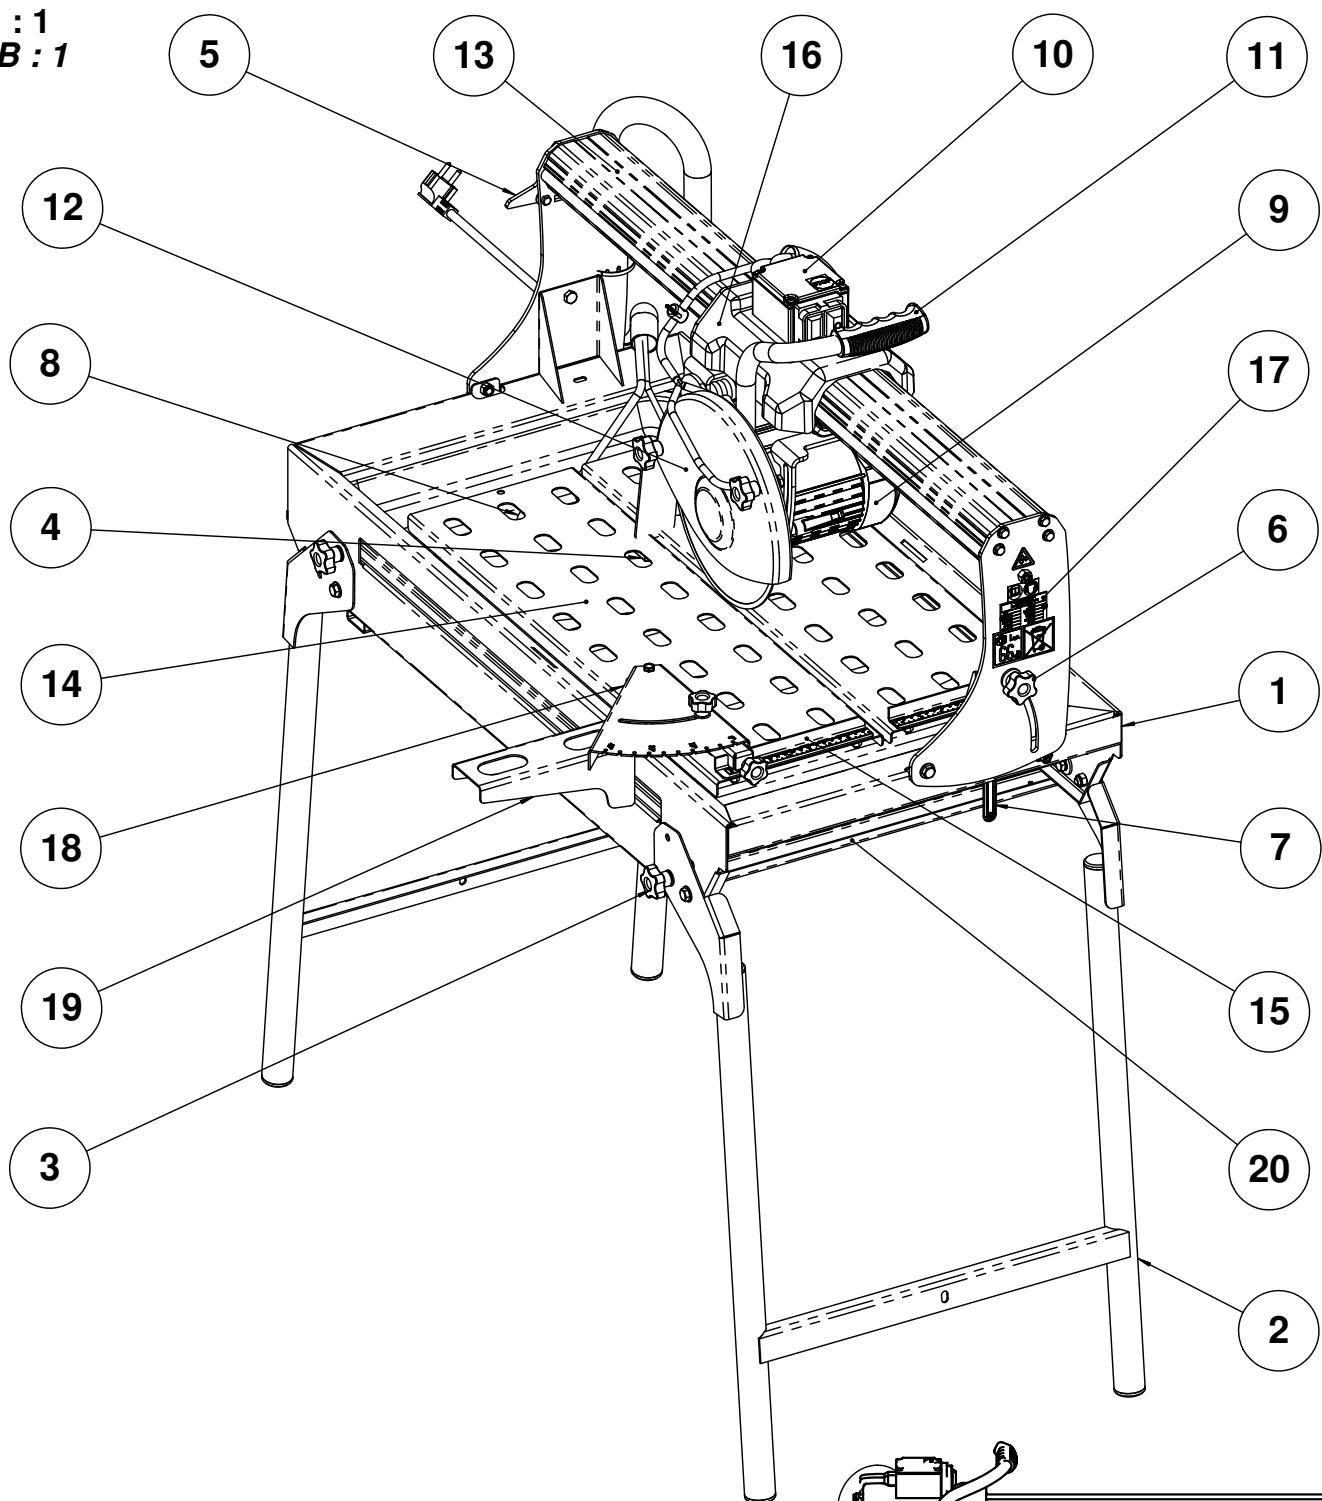

FIG : 2
- Закрепите головку машины в задней ее части, используя зажим (A) - [СМ. рис. 2]